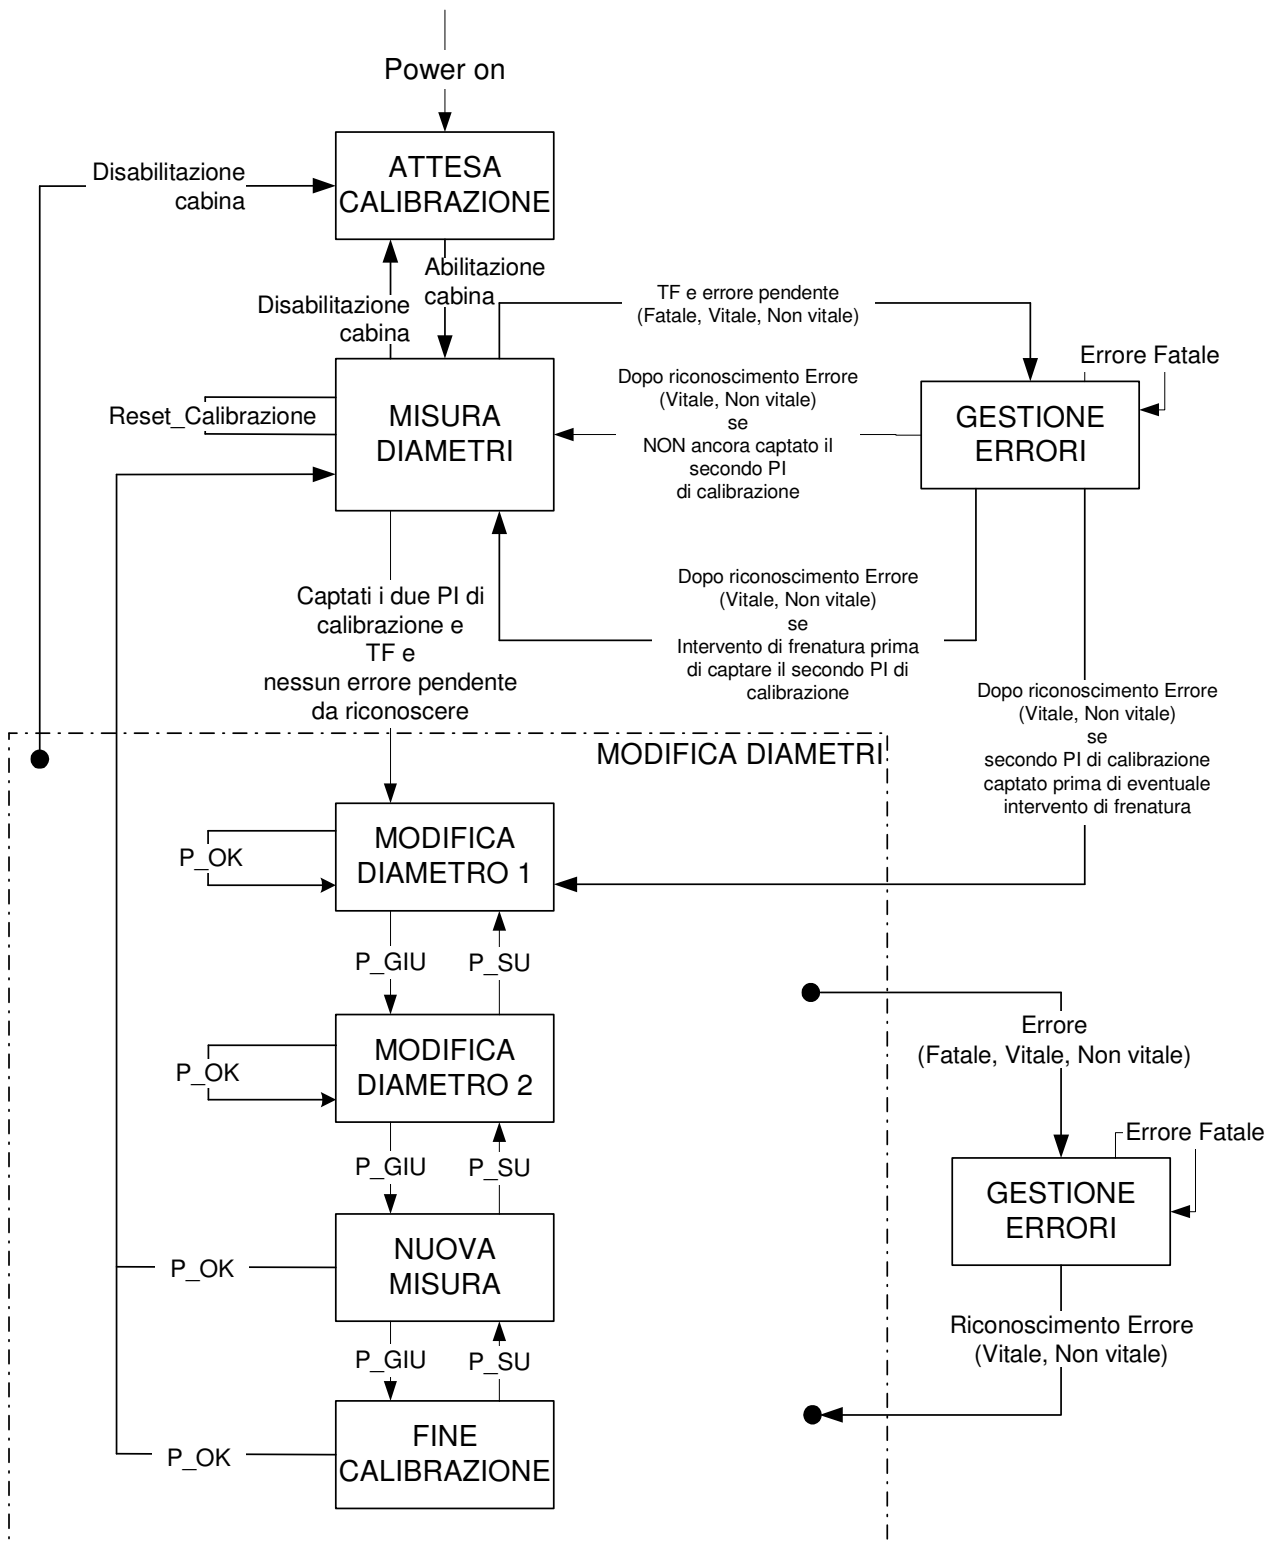

Figura 2-2 Diagramma a stati della funzione Controllo diametri
- UC20.8 [E] La funzione deve comportarsi come l'automa a stati finiti indicato in Figura 2-2 con i seguenti riferimenti: 'e' AND logico, 'o' OR logico.
UC20.10 [E] La funzione deve trovarsi nello stato Attesa Calibrazione quando la variabile *Modo_Operativo* assume il valore "Attesa Calibrazione" (Figura 2-2).
UC20.13 [E] La funzione deve trovarsi nello stato Misura Diametri quando la variabile *Modo_Operativo* assume il valore "Misura diametri" (Figura 2-2).
UC20.23 [E] La funzione, quando sono stati captati i due PI di calibrazione, deve segnalare alla funzione Controllo modalità operative, l'evento *Fine_misura_diametri* e assegnare alla variabile Stato Calibrazione il valore "Modifica Diametro 1" (Figura 2-2).
UC20.24 [E] La funzione deve passare allo stato Modifica Diametri (Figura 2-2) quando la variabile *Modo_Operativo* assume il valore Modifica Diametri.
UC20.25 [E] La funzione deve trovarsi nello stato Modifica Diametri quando la variabile *Modo_Operativo* assume il valore "Modifica Diametri" e la variabile Stato Calibrazione assume il valore "Modifica Diametro 1" (Figura 2-2).
UC20.28 [E] La funzione deve assegnare alla variabile Stato Calibrazione il valore “Modifica Diametro 2” (Figura 2-2) quando *P_GIU* è premuto e rilasciato per un tempo compreso tra *T_Funzione_min* e *T_Funzione_max* secondi.
UC20.30 [E] La funzione deve trovarsi nello stato Modifica Diametri quando la variabile *Modo_Operativo* assume il valore “Modifica Diametri” e la variabile Stato Calibrazione assume il valore “Modifica Diametro 2” (Figura 2-2).
UC20.33 [E] La funzione deve assegnare alla variabile Stato Calibrazione il valore “Modifica diametro 1” (Figura 2-2) quando *P_SU* è premuto e rilasciato per un tempo compreso tra *T_Funzione_min* e *T_Funzione_max* secondi.
UC20.34 [E] La funzione deve assegnare alla variabile Stato Calibrazione il valore “Nuova Misura” (Figura 2-2) quando *P_GIU* è premuto e rilasciato per un tempo compreso tra *T_Funzione_min* e *T_Funzione_max* secondi.
UC20.35 [E] La funzione deve trovarsi nello stato Modifica Diametri quando la variabile *Modo_Operativo* assume il valore “Modifica Diametri” e la variabile Stato Calibrazione assume il valore “Nuova Misura” (Figura 2-2).
segnalare alla funzione Controllo modalità operative, l'evento *Nuova_misura_diametri* (Figura 2-2) e assegnare ai campi *nuovo_diametro_ruota_i* (con $i = 1,2$) il valore *Non Noto*.
UC20.38 [E] La funzione deve assegnare alla variabile Stato Calibrazione il valore "Modifica Diametro 2" (Figura 2-2) quando P_{SU} è premuto e rilasciato per un tempo compreso tra $T_{Funzione_min}$ e $T_{Funzione_max}$ secondi.
UC20.39 [E] La funzione deve assegnare alla variabile Stato Calibrazione il valore "Fine Calibrazione" (Figura 2-2) quando P_{GIU} è premuto e rilasciato per un tempo compreso tra $T_{Funzione_min}$ e $T_{Funzione_max}$ secondi.
UC20.40 [E] La funzione deve trovarsi nello stato Modifica Diametri quando la variabile *Modo_Operativo* assume il valore "Modifica Diametri" e la variabile Stato Calibrazione assume il valore "Fine Calibrazione" (Figura 2-2).
UC20.43 [E] La funzione deve assegnare alla variabile Stato Calibrazione il valore "Nuova Misura" (Figura 2-2) quando P_{SU} è premuto e rilasciato per un tempo compreso tra $T_{Funzione_min}$ e $T_{Funzione_max}$ secondi.
UC20.44 [E] La funzione, quando P_{OK} è premuto e rilasciato per un tempo compreso tra $T_{Funzione_min}$ e $T_{Funzione_max}$ secondi, deve segnalare alla funzione Controllo modalità operative, l'evento *Fine_calibrazione* (Figura 2-2), memorizzare nei Dati di Manutenzione *DR1* e *DR2* i valori dei nuovi diametri ruota misurati (*diametro_ruota_i* con $i = 1,2$), assegnare ai campi *diametro_ruota_i* (con $i = 1,2$) e *nuovo_diametro_ruota_i* (con $i = 1,2$) il valore *Non Noto* e disabilitare la funzione di calcolo dei diametri.